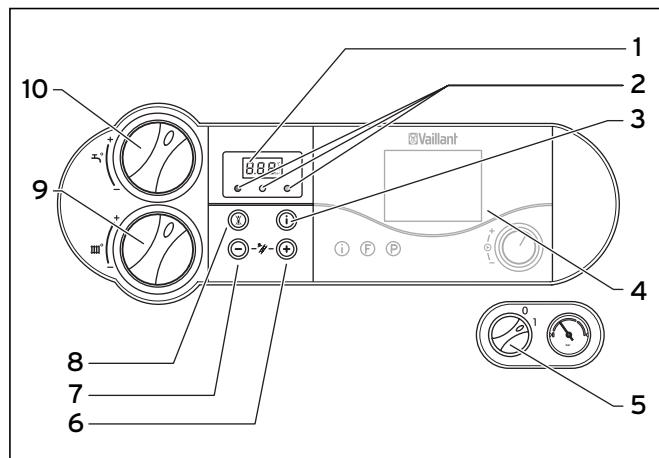

Рис. 4.2 Элементы управления
До тех пор, пока на дисплее отображается символ, температура подающей линии отопления и горячей воды на выходе будет задаваться посредством принадлежности vrnetDIALOG, т. е. прибор работает не с такими, как установленные на ручках настройки (9) и (10) на рис. 4.2 температурами.
- изменением настройки температуры на ручках настройки (9) или (10) на рис. 4.2 более чем на $\pm 5\text{ K}$.
- нажатием кнопки (8, рис. 4.2) „Устранение сбоев“ или